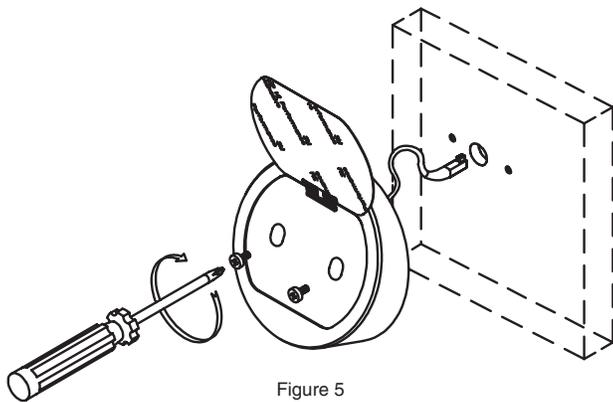

Figure 5
1. Faites passer le câble du clavier dans l'alésage de tige/câble par l'avant de la porte du coffre-fort (figure 5).